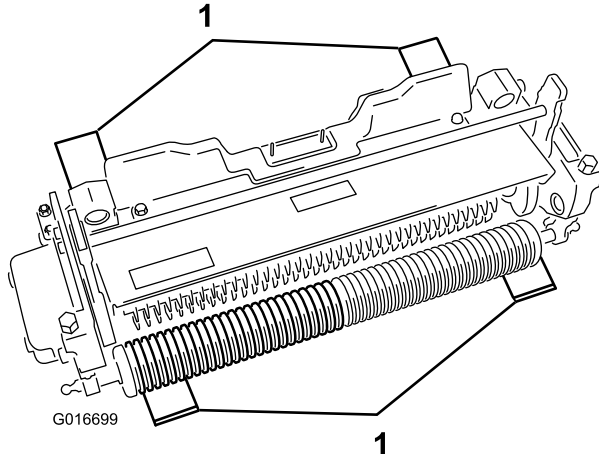

図 4
2. 希望する設定高さ地表面からの高さに、4本のゲージバーを設定し、これらのゲージバーをサッチングユニットの前後のローラの下に当てる  **図 4**。